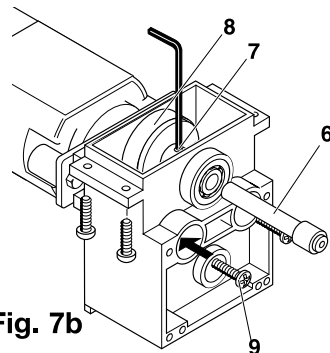

Fig. 7b
5. Gewindestift **7** (Fig. 7b) mit 2 mm Innensechskantschlüssel lösen und Welle 6 herausziehen.